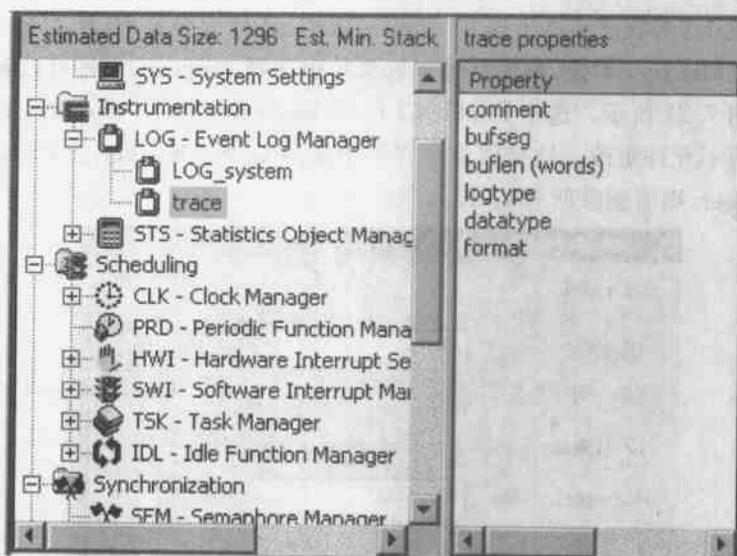

图 7.19 配置工具窗口
- (1) 在工程视图中双击 DSP/BIOS 文件夹下的 VOLUME.CDB,打开配置文件。
- (2) 在配置工具窗口中单击 CLK、LOG 和 SWI 管理器旁的“+”号,展开各个模块。配置文件除包含默认的对象外,还创建了这 3 个模块的对象。
- (3) 单击名为 trace 的 LOG 对象,在右边的窗口可看到此日志的属性,如图 7.19 所示。VOLUME.C 调用 LOG\_printf,将“volume example started”信息写入此日志。